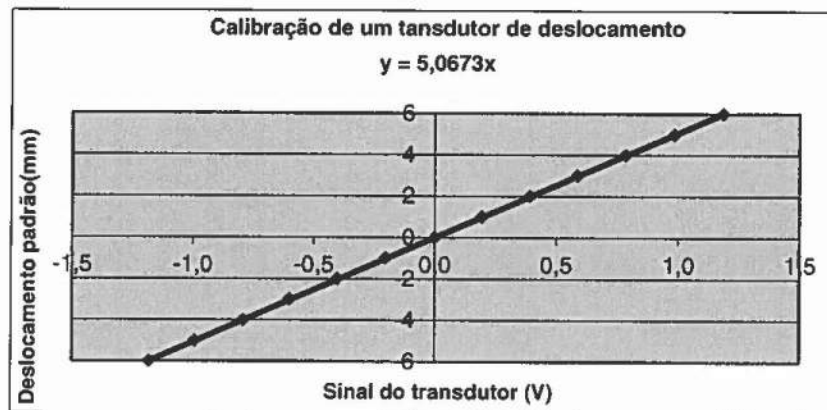

Figura 5
7. [3,5] Um transdutor de deslocamento foi calibrado contra um padrão de referência e exibiu os valores de sinal de saída para os diferentes deslocamentos sofridos anotados na tabela 1. Com base nesses valores foi feito o gráfico, representado na figura 5, onde a equação da reta resultante da regressão linear realizada dará em cada momento o deslocamento lido em função do sinal de saída do transdutor.